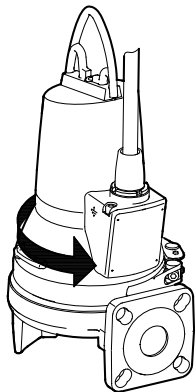

Fig. 5 Startryckriktning
3. Om pumpen är inkopplad med rätt fasföljd, rycker den till i motsatt riktning mot den korrekta rotationsriktningen, se fig. 5. Om pumpen rycker åt fel håll, stoppa den och skifta två av de inkommande fasledarna.